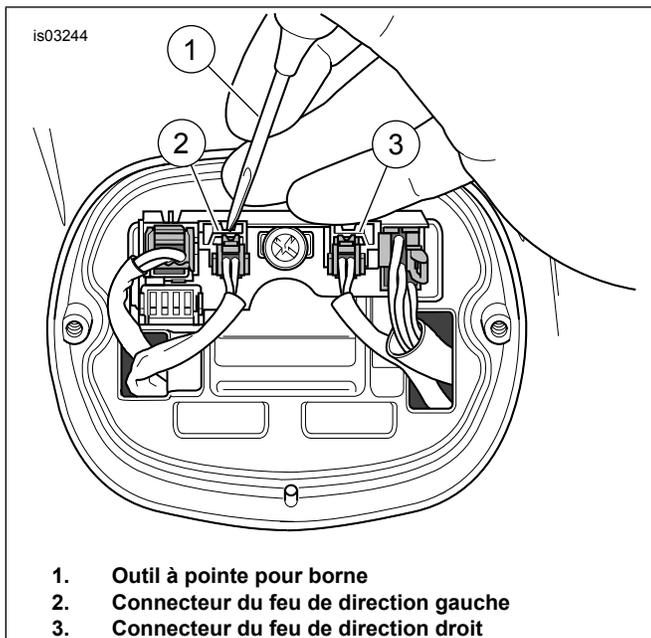

Figure 2. Retirer les connecteurs de feu de direction.
3. Voir Figure 2. À l'aide d'un outil à pointe pour borne (1), appuyer sur les languettes de verrouillage et retirer les connecteurs de feu de direction (2 emplacements) (2, 3). Conserver les connecteurs pour l'installation du kit. Voir CONNECTEURS ÉLECTRIQUES AMP MULTILOCK dans le Manuel d'entretien.